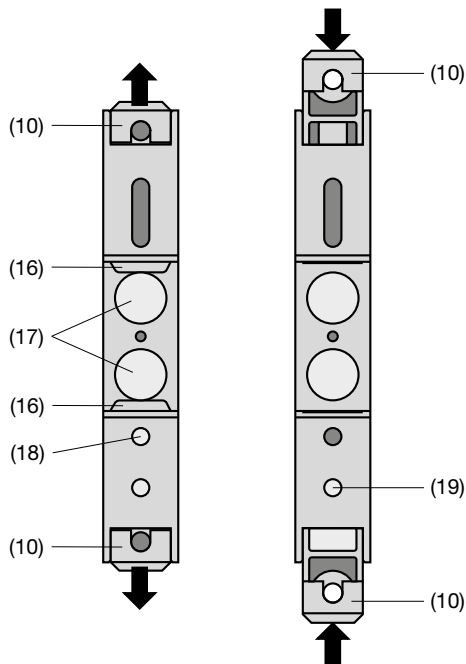

Bild 8. Geräteboden.
Sodann die Befestigungslaschen (10) des Messumformers herausziehen (Bild 8, links). Dabei die Entriegelung (18) in den Geräteboden drücken.
Sollen die Befestigungslaschen wieder zurückgeschoben werden, dann muss man die Entriegelung (19) und die Befestigungslaschen (10) gleichzeitig in den Geräteboden drücken (siehe Bild 8, rechts).